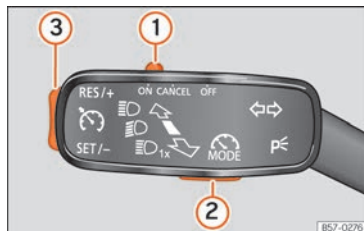
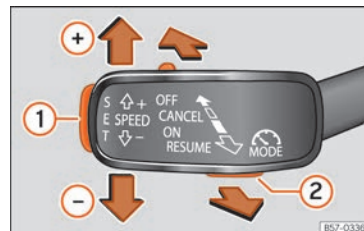

Fig. 226 En la palanca de los intermitentes: teclas para manejar el limitador de velocidad.
Fig. 227 A la izquierda de la columna de la dirección: teclas para manejar el limitador de velocidad.
Para cambiar entre los sistemas de asistencia a la conducción presione la tecla  » fig. 226 ② o » fig. 227 ②, a continuación, seleccione mediante la ruedecilla derecha del volante multifunción en el menú del cuadro de instrumentos y pulse la ruedecilla para confirmar la selección.
- Desplace el mando »» fig. 226 ① a la posición **ON** y presione la tecla ②.
- Durante la marcha, presione la tecla »» fig. 226 ③ por la zona **SET/-**.
Se puede ajustar la velocidad con la tecla »» fig. 226 ③:
- Desplace el mando »» fig. 226 ① a la posición **OFF**.
Si desea desactivar temporalmente el limitador de velocidad, p. ej., para adelantar, desplace el mando »» fig. 226 ① a la posición **CANCEL** o pulse la tecla ②.
Tras el adelantamiento, el limitador de velocidad se puede activar con la velocidad programada anteriormente pulsando la tecla »» fig. 226 ③ por la zona **RES/+**.
- Desplace la palanca hacia el volante a la posición **ON** y presione la tecla »» fig. 227 ②.
- Durante la marcha, presione la tecla **SET** »» fig. 227 ①.
- Presione la tecla **SET** » fig. 227 ① para reducir la velocidad en pasos pequeños de 1 km/h (1 mph).
Si desea desactivar temporalmente el limitador de velocidad, p. ej., para adelantar, desplace la palanca al punto de presión **CANCEL** o pulse la tecla » fig. 227 ②.